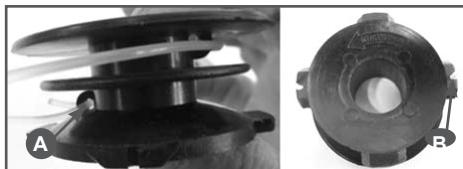

Рис. 24 Установка корда
Извлеките катушку триммерной головки и удалите остатки корда. Осмотрите детали головки на отсутствие повреждений. Поврежденные детали головки необходимо заменить. Отрежьте 2,5-3 метра корда, сложите его вдвое и выровняйте концы. Концы корда вставьте в специальные пазы в катушке (A) Рис. 24.
Намотайте корд плотно с натягом в катушку катушки. Направление намотки указано стрелкой на катушке. После намотки разрежьте петлю с кордом. Заденьте концы корда в специальных пазах на катушке (B) Рис. 24. Проденьте концы корда в отверстия на корпусе триммерной головки и установите катушку с кордом в корпус головки.